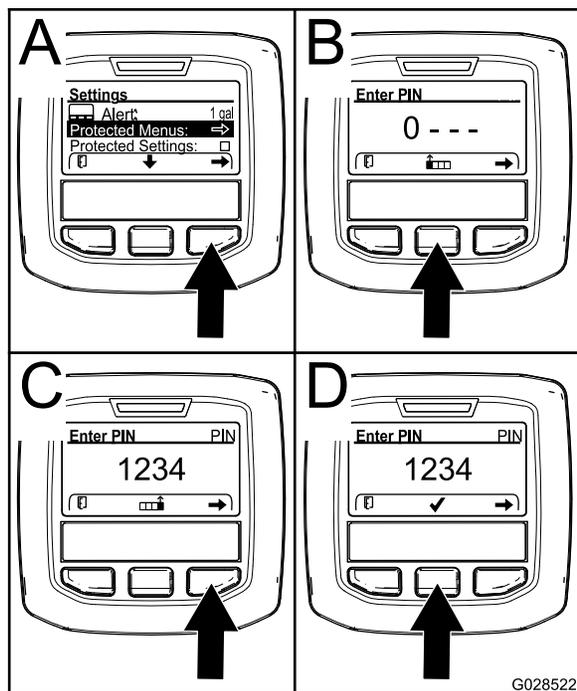

Рисунок 11
пункту PROTECTED MENU (ЗАЩИЩЕННОЕ МЕНЮ), и нажмите правую кнопку (Рисунок 11А).
3. Чтобы ввести ПИН-код, нажмите среднюю кнопку и удерживайте ее в нажатом положении до появления первой цифры, затем нажмите правую кнопку, чтобы перейти на следующую цифру (Рисунок 11В и Рисунок 11С). Повторяйте этот пункт до тех пор, пока не будет введена последняя цифра, затем нажмите правую кнопку еще раз.